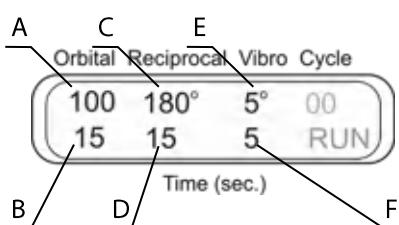

Рис. 6
6.9.2. **3D-орбитальное + 3D-покачивание + 3D-вибро** (рис. 6.). Установите скорость (**A**, 1-100 об/мин) и время (**B**, 1-250 с) 3D-орбитального движения. Установите угол поворота (**C**, 0-360°) и время (**D**, 1-250 с) 3D-покачивания (выполняется с той же скоростью, что и 3D-орбитальное движение). Установите угол поворота (**E**, 1-5°) и время (**F**, 1-5 с) 3D-вибродвижения.